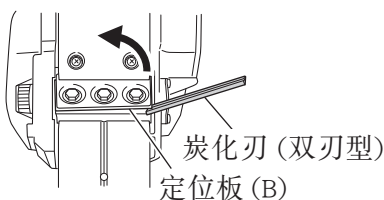

图 10
- (1) 如图 10 所示，抬起定位板 (B) 将新的炭化刃插入刀刃座与定位板 (B) 之间。